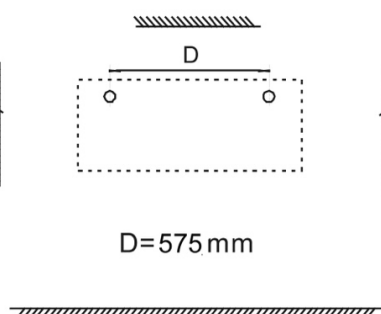

Fig.2
2. Fare due buchi adatti della dimensione del fisher $\varnothing 8$ mm nel muro. (Fig. 2) – $d= 575$ mm